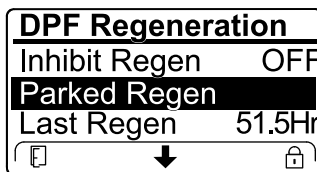

Figura 56
- În cazul în care computerul motorului solicită o regenerare de recuperare sau procesează o regenerare de recuperare i derulai în jos la opiunea PARKED REGEN (Regenerare în stare de parcare), regenerarea în stare de parcare se blochează i pictograma de blocare (Figura 56) apare în colul dreapta jos al InfoCenter.